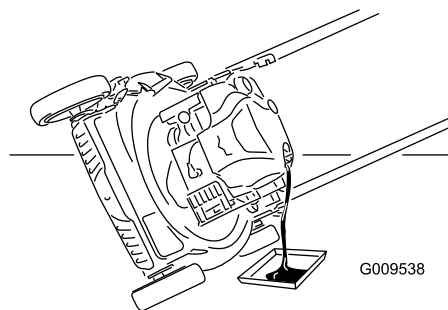

Figura 27
3. Coloque el cortacésped de lado con el filtro de aire hacia arriba para drenar el aceite usado a través del tubo de llenado de aceite (Figura 27).
4. Vierta **lentamente** aceite en el tubo de llenado hasta que el nivel llegue a la marca "**Full**" (lleno) de la varilla (Figura 27). Después de añadir aceite, espere 3 minutos antes de comprobar el nivel de aceite con la varilla. **No llene demasiado.** (Capacidad máxima: 0,59 l (20 onzas), tipo: SAE 30, aceite detergente con clasificación de servicio API SF, SG, SH, SJ, SL o superior.)